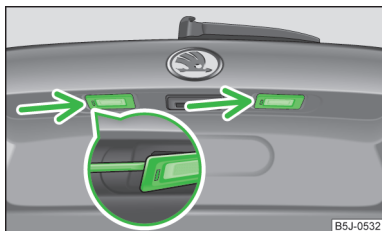

Fig. 161
- Introduzca un destornillador plano en el orificio situado en la zona de la flecha » fig. 161 y presione con cuidado hasta la mitad de la luz, la luz sobresale un poco.